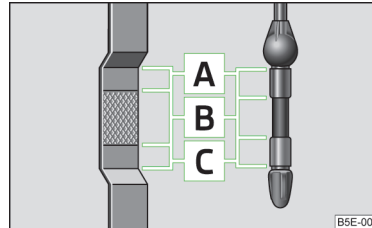

Abb. 177
Der Ölmesstab zeigt den Motorölstand an » Abb. 177.
- Der Ölstand darf keinesfalls oberhalb des Bereichs **A** » Abb. 177 liegen - es besteht Beschädigungsgefahr der Abgasanlage!